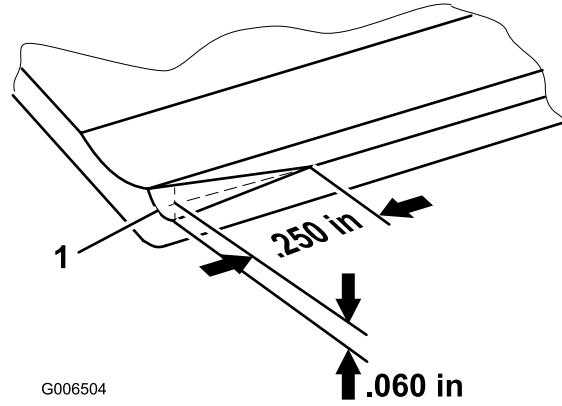

Figura 25
**Nota:** Com o tempo, o ângulo (Figura 25) tem de voltar a ser colocado, uma vez que só foi concebido para durar 40% da duração da lâmina.